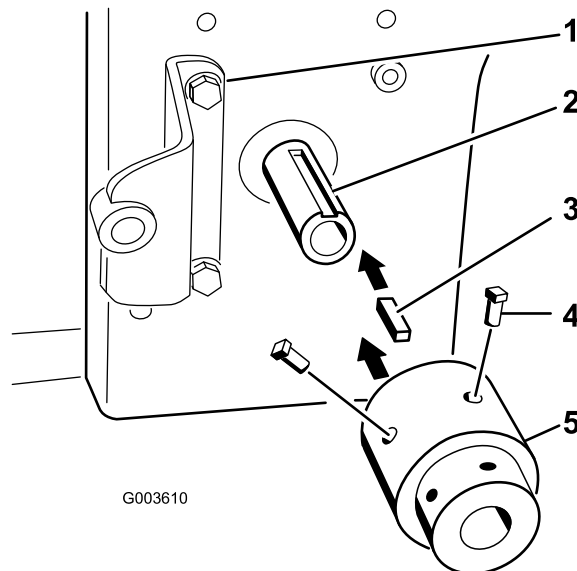

Bild 19
7. Richten Sie den Hub mit dem rechteckigen Schlüssel aus und montieren Sie ihn an der Motor-ZWA-Welle (Bild 19).
8. Schmieren Sie die zwei Stellschrauben (5/16" x 3/4") mit Blue Loctite® ein und setzen Sie sie in den Hub ein, um ihn an der Zapfwelle zu befestigen (Bild 19).
6. Setzen Sie den Vierkantschlüssel (1/4" x 1") in den Schlitz in der Motorzapfwelle ein (Bild 19).